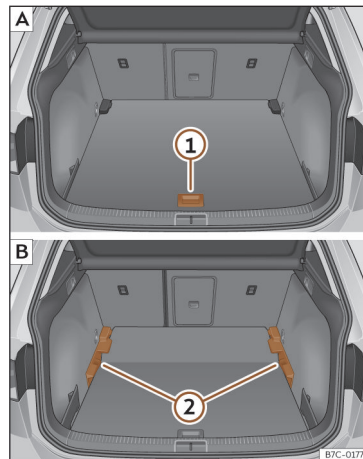

Fig. 162 Piso variável da bagageira: **A** posição alta; **B** posição baixa.
- Para passar da posição baixa para a alta, levante o piso pela pega >>> **Fig. 162 ①**, puxe-o para trás até que a parte dianteira do piso baixe totalmente os suportes **②**.
- Desloque o piso sobre estes para a frente até que chegue ao limite no encosto dos bancos traseiros e, de seguida, baixe o piso com a peça **①**.
- Para passar da posição alta para a baixa, levante o piso pela pega >>> **Fig. 162 ①**, puxe-o para trás até que a parte dianteira do piso baixe totalmente os suportes **②**.
- Deixe cair a parte anterior contra o piso e empurre o piso para a frente até que atinja o limite no encosto dos bancos traseiros, baixando ao mesmo tempo o piso com a pega **①**.
- Com o piso variável na posição alta, levante pela pega >>> **Fig. 162 ①**, puxe-o e empurre para o encosto dos bancos traseiros até que o piso dobre pela linha da dobradiça e a parte móvel do piso assente sobre o mesmo.
- Para passar da posição alta para a baixa, levante o piso variável pela pega >>> **Fig. 162 ①** e rebata-o para trás um pouco.
- Empurre o piso variável para os bancos traseiro rebatidos com a pega **①** fazendo um pouco de pressão para baixo para que a parte móvel do piso encoste os encostos aos bancos traseiros.